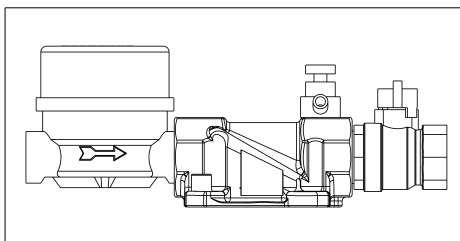

Abb. 1: Einbaudrehflansch
- Fließrichtung (siehe Abb. 1)
**Der Einbaudrehflansch muss in Fließrichtung installiert werden. Diese ist durch einen Pfeil gekennzeichnet (siehe Abb. 1).**